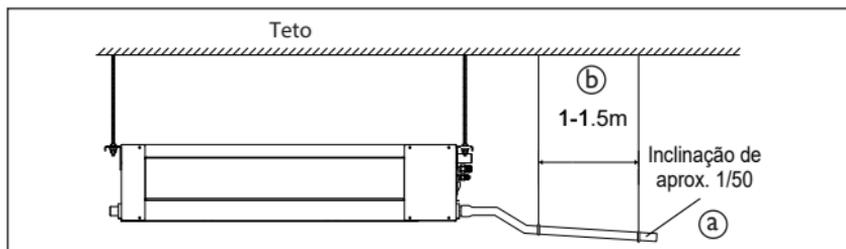

FIG. 65
- Para evitar que a água de condensado escorra para trás, retornando à unidade, o tubo de drenagem deverá ter uma inclinação (um pequeno declive) para baixo em direção ao lado de saída, considere aproximadamente  $2^\circ$  (1/50) para esta inclinação. Evite qualquer saliência (tal como um degrau) ou depósito de água na tubulação. (Fig. 65 - Detalhe "a")
- Não estique (arraste) demasiadamente o tubo de drenagem ao conectá-lo, para impedir que o corpo venha a puxá-lo. Entretanto, um ponto de suporte deve ser definido a cada 1,0 metros - 1,5 metros, para evitar que o tubo de drenagem perca eficiência (Fig. 65 - Detalhe "b"). Opcionalmente você pode amarrar o tubo de drenagem com o tubo de ligação para fixá-lo.